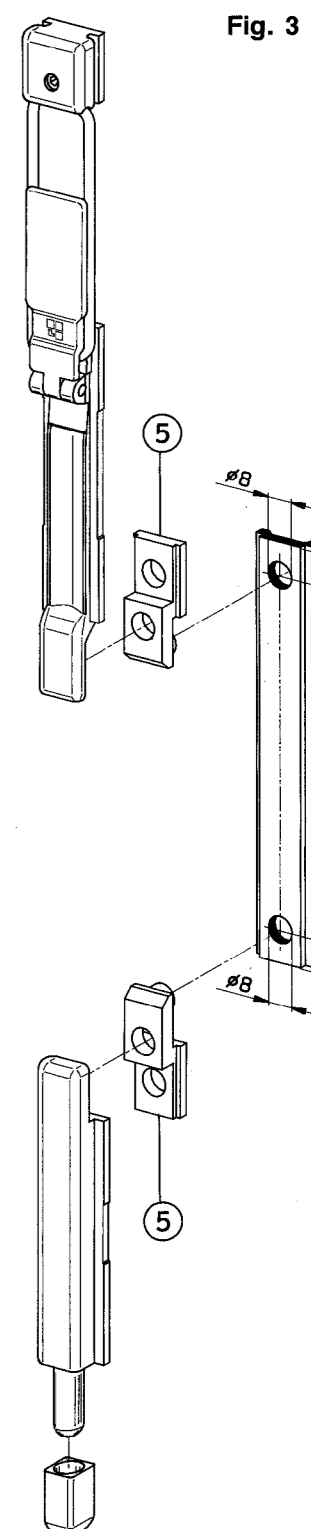

Fig. 3
Nel caso di situazione terza anta, trovandosi il catenaccio in corrispondenza della cerniera, è possibile montarlo utilizzando gli specifici blocchetti di collegamento (5) in dotazione (fig. 3).
Dans le cas d'un troisième vantail, le verrou se trouvant en correspondance de la charnière, il est possible de le monter en utilisant des blocs d'assemblage spécifiques (5) inclus dans l'équipement (fig. 3).
If there is a third wing, with the flush bolt at the hinge it can be fitted using the special connecting blocks (5) supplied (fig. 3).
En caso de una tercera hoja, al encontrarse el pasador coincidiendo con la bisagra, es posible montarlo utilizando los correspondientes bloques de conexión (5) en dotación (fig. 3).